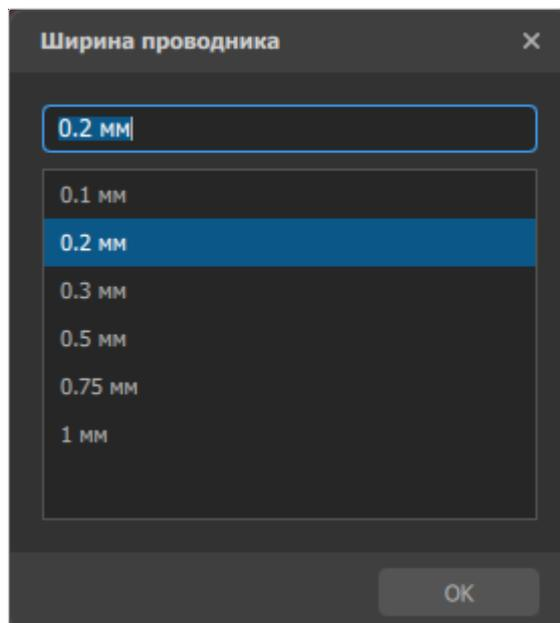

Рисунок 100. Выбор ширины сегмента
- Изменение ширины сегментов — сочетание клавиш `Shift` + `W`. Вызывает диалоговое окно «Ширина проводника» (см. рисунок 100), где можно выбрать одно из предустановленных значений или задать произвольное значение в миллиметрах.